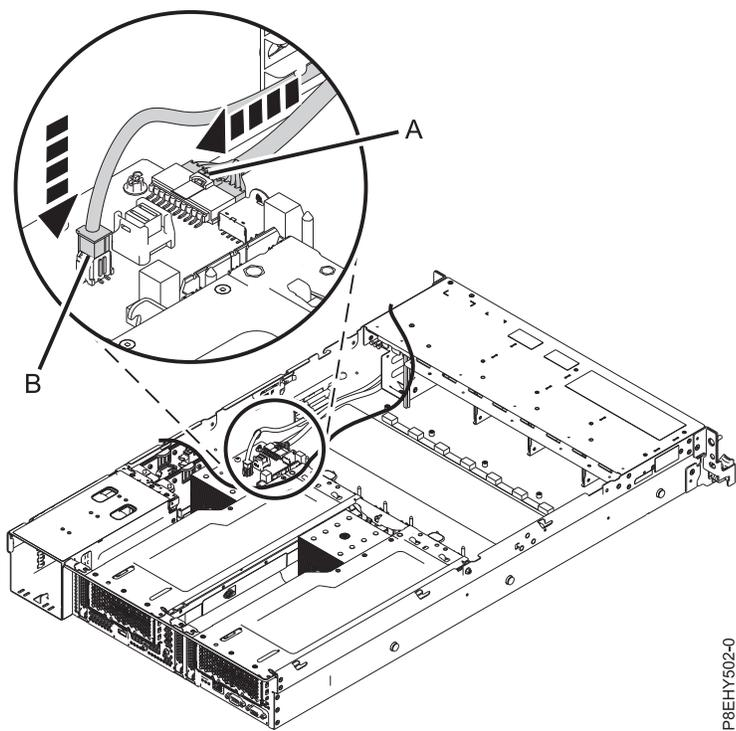

図 27. ケーブルの接続
- ラベルを確認して、前面 USB ケーブル (A) と 電源スイッチ・ケーブル (B) をシステム・バックプレーンに接続します。図 27 を参照してください。ケーブルのラッチ・クリップが、カチッと音を立ててコネクタの所定の場所に収まったことを確認してください。